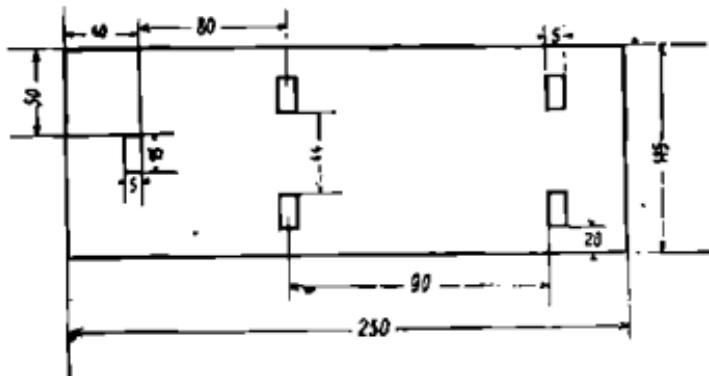

Fig. 31
**Construcția ceasornicului** o începeți confeționând din lemn postamentul. Acesta e format din placă de jos (fig. 31), patru picioare (fig. 32) și două traverse